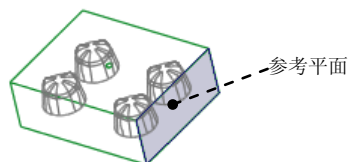

图 28.12 定义草绘平面
Step5. 选择草绘平面。在系统 **选择或创建一个草绘平面** 的提示下，选择 MAIN_PARTING_PLN 基准平面为草绘平面。接受系统默认的草绘的方向，在 **DIRECTION (方向)** 菜单中选择 **Okay (确定)** 命令；在 **SKET VIEW (草绘视图)** 菜单中选择 **Right (右)** 命令，选取图 28.12 所示的坯料表面为参考平面。